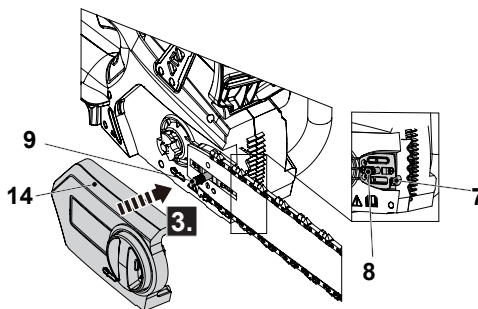

Fig. 5
7. Atornille el tornillo de tensión (7) en el sentido de las agujas del reloj para ajustar el pasador de tensión (8) / la barra guía (12) hacia la derecha para tensar la cadena de la sierra (11) con una multiherramienta (25), luego alinee y coloque la cubierta de la sierra de cadena (14) sobre el perno de montaje (9) (Fig. 5).